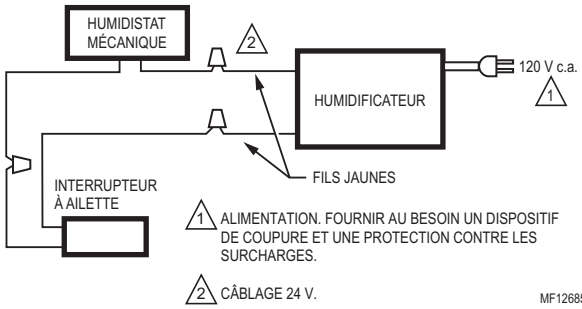

Fig. 7. Schéma de câblage type de l'interrupteur à ailette avec humidificateur.
- Brancher uniquement les deux fils jaunes à l'humidistat (les fils rouges ne sont pas utilisés sur les humidistats mécaniques). Voir les schémas de câblage type de la Fig. 5 à la Fig. 7.